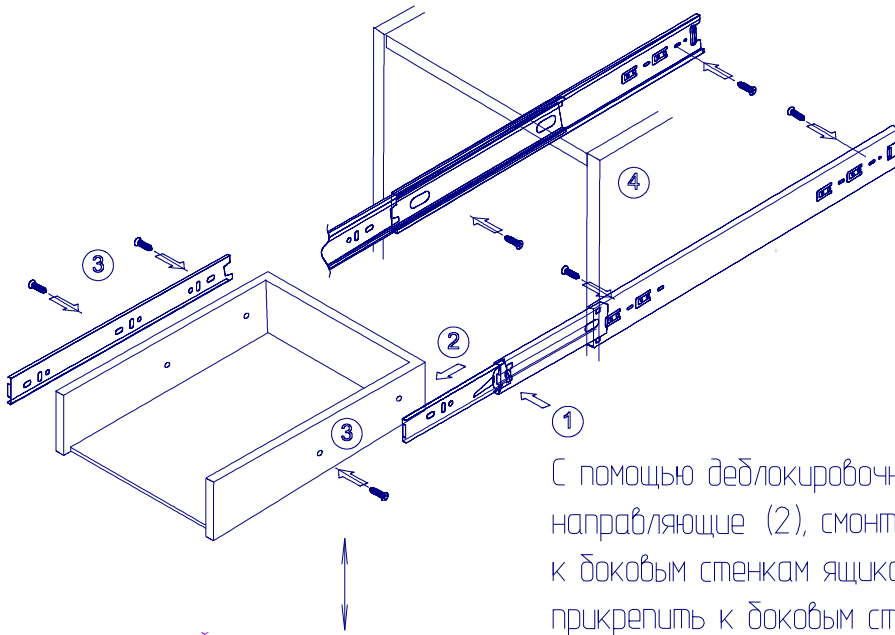

рисунок 4
3. При необходимости отрегулировать ящик по вертикали (рисунок 4)
4. Прикрепить направляющую к боковым стенкам ящика с помощью шурупов 3,5x13 в одно из отверстий (7)*